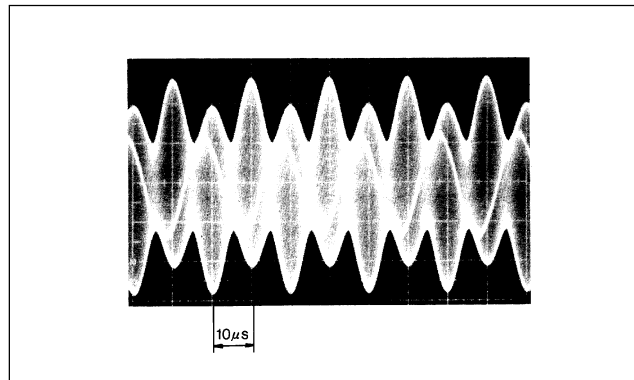
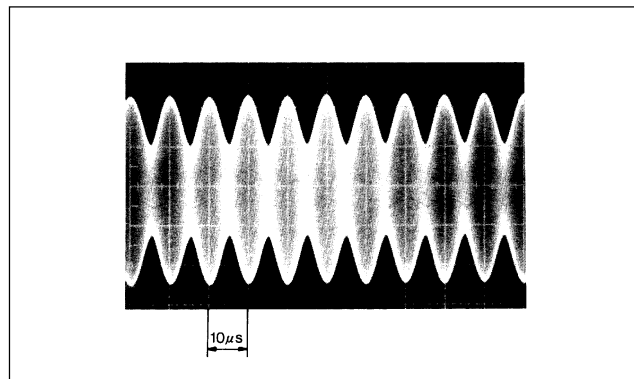

図4-7.
図4-8.
- ① オシロスコープを用意し、入力結合切替えをACに水平掃引軸 $10\ \mu\text{s}/\text{div}$ 、垂直軸 $0.5\ \text{V}/\text{div}$ に合わせ、CH1をPM端子へ接続させます。このとき、トリガソースはINT CH1でとってください。
- ② CH1に正弦波が観測されます。スケールの移動に応じて、この正弦波の位相が動き、エンベロップのリップルが観察できます。RV2ボリュームを廻し、あらかじめ正弦波の振幅を約 $2\ \text{V}_{\text{p-p}}$ に合わせておきます。(これをゲイン調整といいます。)
- ③ RV1ボリュームを右廻し(CW)一杯に廻し、スケールを移動させると図4-7.に示すような波形が観測されます。このとき、RV4ボリュームを調整して図4-8.に示すように、隣り合う山の高さを均一にします。(これをDCバランス調整といいます。) PM信号の最小振幅が $0.5\ \text{V}_{\text{p-p}}$ 以下になると、アラーム機能が動作することがあります。
- ④ RV1ボリュームを左廻し (CCW) 一杯に廻し、スケールを移動させると、③と同様に図4-7.に示すような波形が観測されます。このとき、RV5ボリュームを調整して図4-8.に示すように、隣り合う山の高さを均一にします。③④の調整を交互に数回繰り返し、RV1ボリュームの回転によって隣り合う山の高さがずれなくなるまで調整してください。